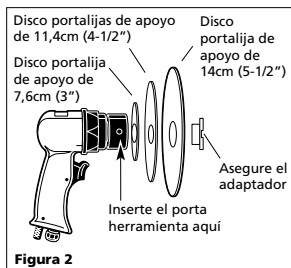

Figura 2
Se recomienda utilizar discos de resina de 7,6cm (3") o 15,2cm (6") con soportes no adhesivos. Los discos deben tener centros punzonados con un diámetro de 22,2mm (7/8") para un acoplamiento adecuado. Para lograr un mejor respaldo cuando utilice discos de más de 7,6cm (3"), emplee todos los discos portaliijas del mismo tamaño o más pequeños que el disco de resina (Véase figura 2). Para instalar el disco de resina, siga los procedimientos señalados.
1. Monte los discos portaliija de apoyo tal como se muestra en la figura 2. Asegúrese que el centro hendido de los discos estén orientados hacia
3. Ajuste con la mano el seguro del adaptador, luego inserte la herramienta en el agujero tal como se muestra en la figura 2. Inserte un destornillador grande en la ranura sobre el seguro del adaptador y ajústelo firmemente.